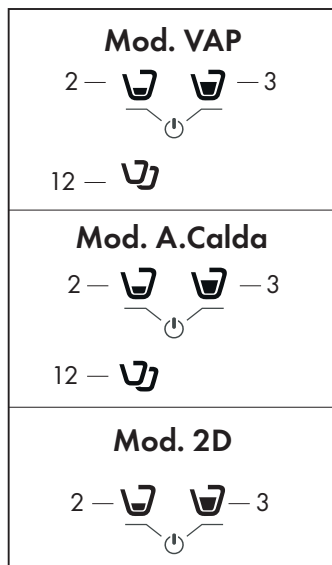

Fig. 13
Maintenir enfoncé le symbole à programmer (2-3-12); la machine entame la distribution ; une fois la quantité voulue atteinte, relâcher le symbole. Ensuite la machine arrête la distribution et la quantité est mémorisée **(Fig.13)**
Alors que la machine est éteinte avec la fiche débranchée, maintenir la touche de distribution serrée (2) enfoncée et brancher la fiche : quand l'icône (2) se met à clignoter, la machine passe en mode de programmation de la température (min -10°C, max +10°C). À chaque pression, la température augmente de +2°C en appuyant sur la touche de distribution serrée (2) et elle diminue de -2°C en appuyant sur la touche de distribution allongée (3) **(Fig. 13)**.
À chaque pression, la température augmente de +2°C en appuyant sur la touche de distribution serrée (2) et elle diminue de -2°C en appuyant sur la touche de distribution allongée (3) **(Fig. 13)**.
**NOTE:** pour mémoriser la nouvelle température et quitter le mode de programmation, appuyer sur la touche distribution extra allongée (12) **(Fig. 13)**.